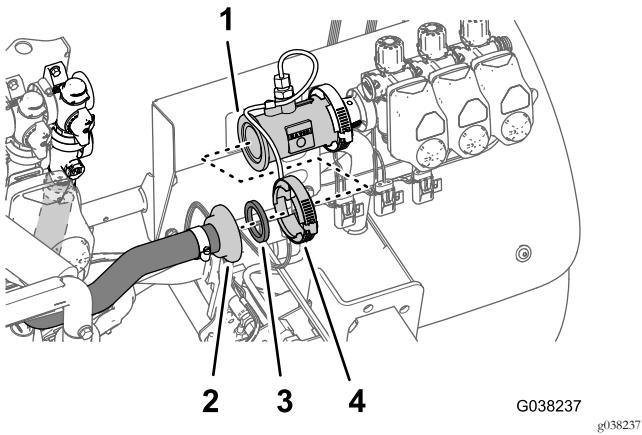

图55
5. 将在 从阀门歧管卸下流量表 \(页码 9\) 的步骤 3 中卸下的流量表软管宝塔凸缘接头和垫片与流量表入口的法兰对齐 图55。
6. 使用在 从阀门歧管卸下流量表 \(页码 9\) 的步骤 1 中卸下的夹具 图55 将流量表软管固定到流量表上。